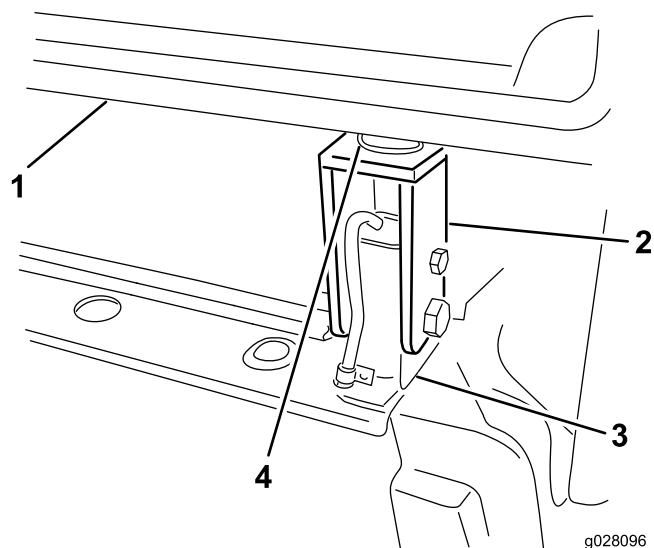

**Рисунок 64**
5. Определите положение передней и задней точек крепления на кабине (Рисунок 63 и Рисунок 64).